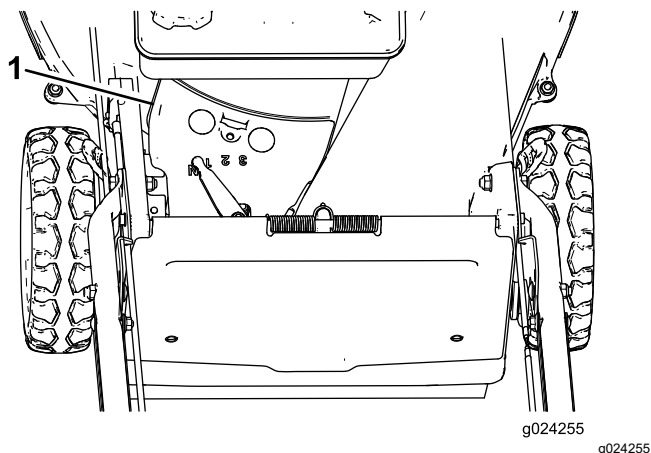

Рисунок 37
3. Снимите крышку ремня (Рисунок 37) с корпуса газонокосилки.